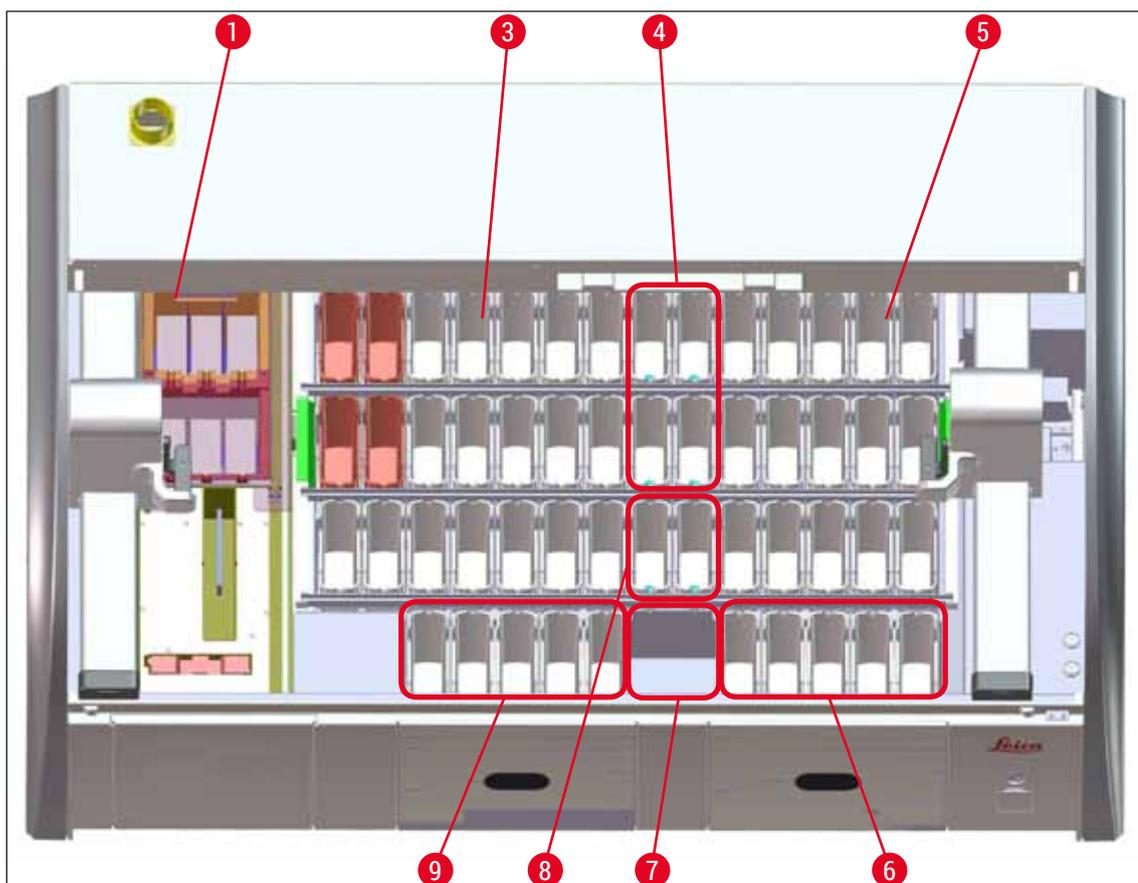

Fig. 65
- A duplicação das estações precisa estar no mesmo lado do campo do recipiente (→ "Fig. 40") (→ "Fig. 65"), caso contrário, o ajuste com o layout de banho não pode ser salvo.
- (→ "Fig. 65") mostra uma visão geral de várias estações no campo de recipiente.